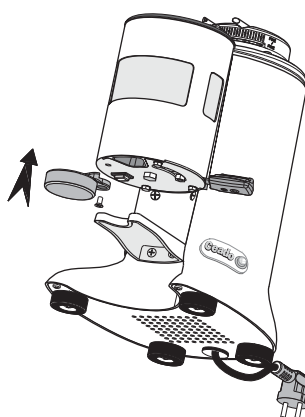

Fig. 10
- 2** Colocar el prensador y fijarlo utilizando el tornillo en dotación (Fig. 10).